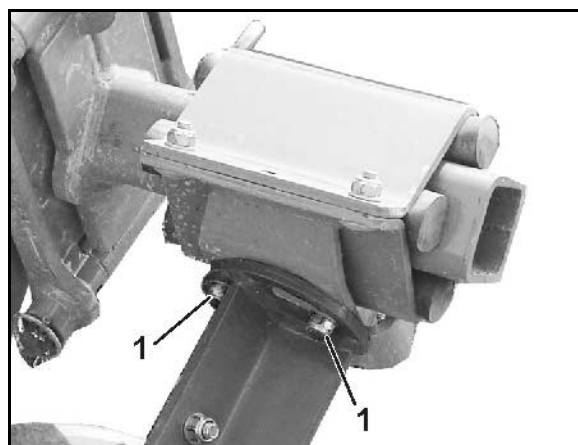

Fig. 33
2. Løsne de tre skruforbindelsene (Fig. 33/1).